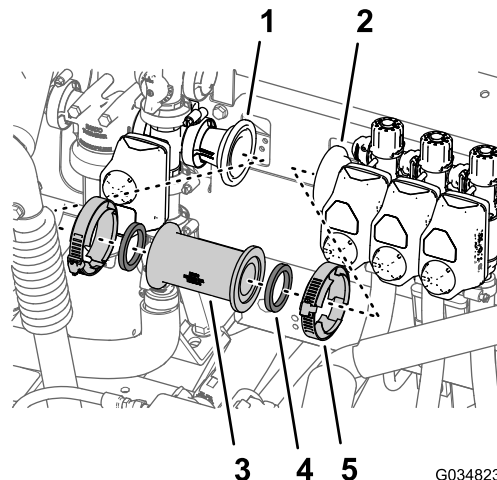

Figura 34
- A. Rimuovete i 2 morsetti flangiati che fissano il tubo dell'accoppiatore agli adattatori del riduttore nella valvola di comando principale e nella valvola di sezione delle barre di sinistra (Figura 34).
- B. Rimuovete l'accoppiatore diritto e le 2 guarnizioni dalla macchina (**Figura 34**).